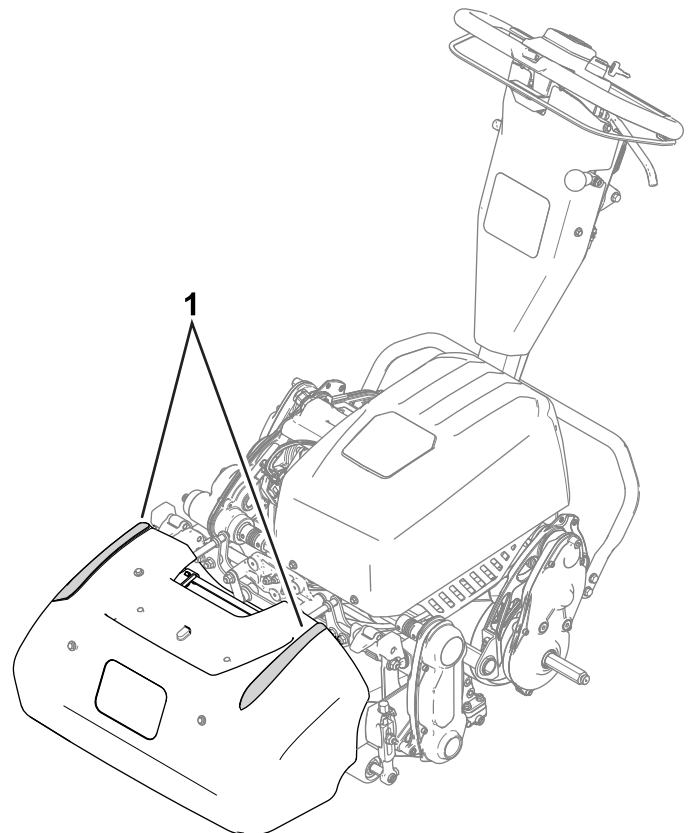

图 15
- 为帮助剪草机保持在果岭上的直线操作且和上一道剪草边缘的距离保持均衡应使用集草斗上的对准条图 15。